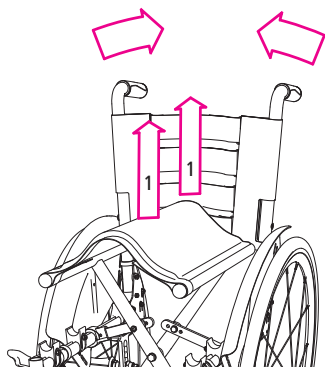

Рис.5
2. Тепер візьміться за передній та задній край посередині м'якої оббивки сидіння і потягніть її вгору (1, рис. 5). При цьому інвалідний візок складеться самостійно.